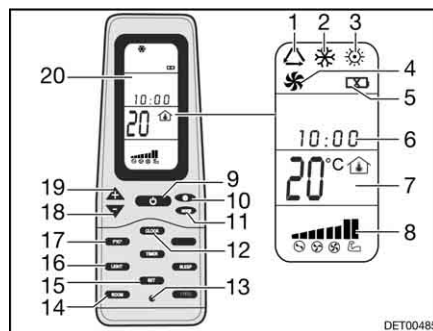

Fig. 179 Télécommande
- Appuyer sur la touche ON/OFF (Fig. 179,9).
- Appuyer sur la touche "Mode" (Fig. 179,11) autant de fois que nécessaire pour que le mode de fonctionnement souhaité (Fig. 179,1, 2, 3 ou 4) s'affiche à l'écran (Fig. 179,20).
- Régler la température désirée à l'aide des touches "+" (Fig. 179,19) et "-" (Fig. 179,18).
- Sélectionner le niveau de ventilation souhaité à l'aide de la touche de vitesse du ventilateur (Fig. 179,10).